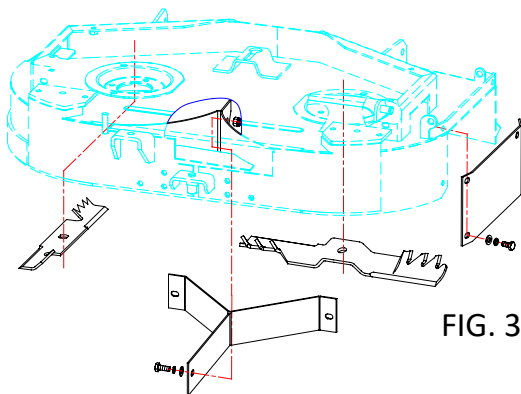

FIG. 3
b) Assieme pacciamatura 28" (2832010), Assieme pacciamatura 32" (3210135: Vedere la FIG 3